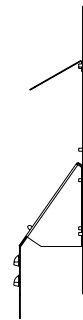

Figure 58
3. Faites 3 coudes à la main sur le pare-brise comme indiqué ci-dessous dans les **Figures 58, 59 et 60.**